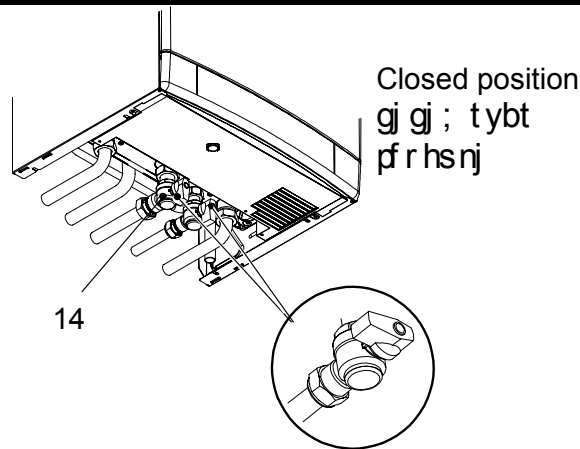

Fig. 2.11
2. Shut off the gas supply cock 14 and the cocks for the water circuits fitted under the boiler (Fig. 2.11).
2. Перекройте кран подачи газа 14 и краны водяных контуров, расположенные под котлом (рис.2.11)
shut off the taps positioned under the boiler (Fig. 2.11) and call an Authorised Service Centre Engineer.
Перекройте краны, расположенные под котлом (рис. 2.11) и обратитесь в Авторизованный сервисный центр.